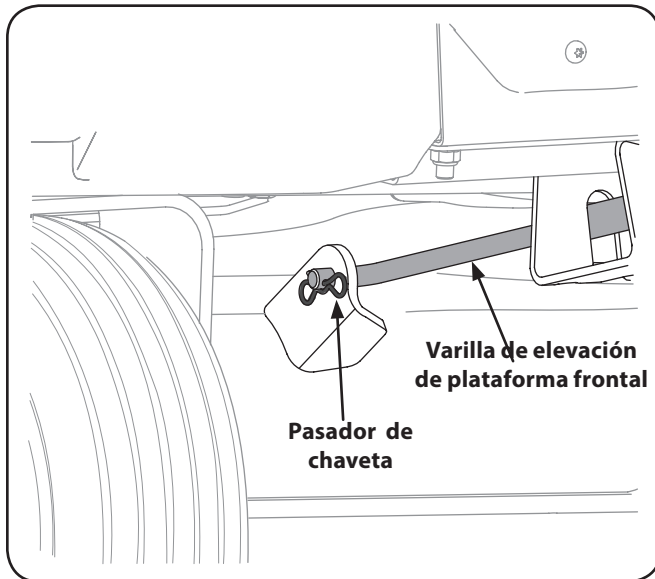

Figura 7-6
6. Tire del pasador de chaveta hacia afuera de la varilla de elevación delantera de la plataforma que la sujeta a la plataforma. Consulte la Figura 7-6. Deslice la varilla de elevación de la plataforma fuera de la ménsula de suspensión frontal.